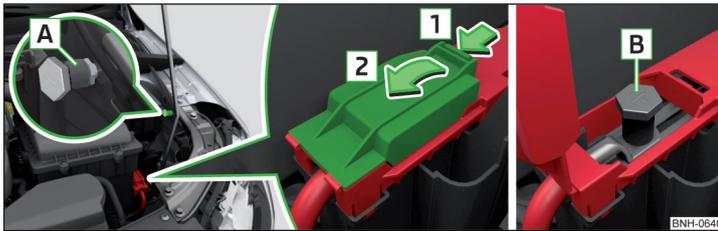

Fig. 172 Punto de masa y polo positivo en vehículos con la batería del vehículo en el maletero
El polo positivo **B** se encuentra debajo de una cubierta en el área del motor » fig. 172.
- Sujete la pinza del polo positivo del cable de ayuda de arranque en la posición **B** » fig. 172.